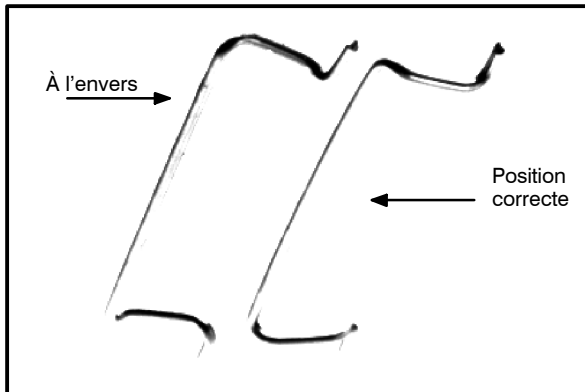
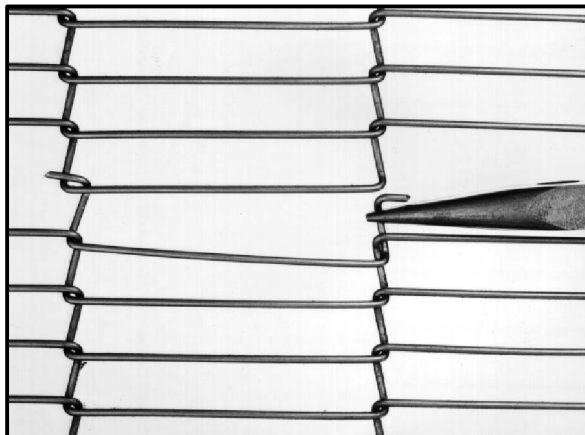

Figure 10
Figure 11
4. Installez les liaisons principales internes. Reportez-vous aux Figure 10 et Figure 11.